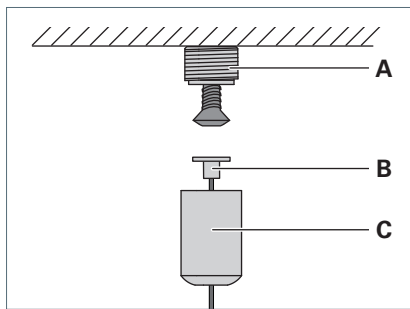

Fig. 10: Montaggio dell'elemento di fissaggio al soffitto.
- Avvitare al soffitto la filettatura **A** alla distanza **a** dall'elemento di fissaggio montato in precedenza e utilizzando una vite idonea, vedi Tab. 2 e Fig. 10.